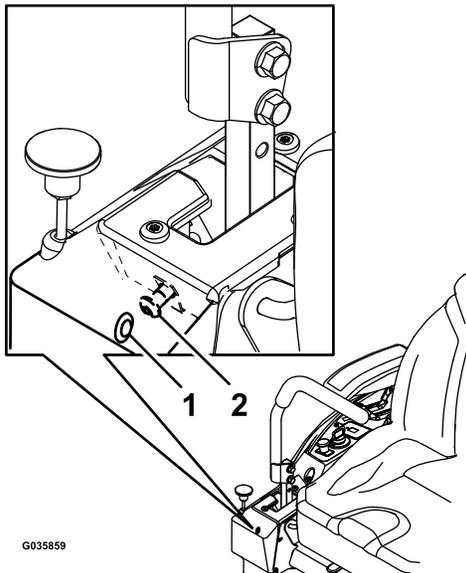

Figure 57
6. Si la machine se déporte à droite, insérez une clé hexagonale de 3/16 po dans le trou d'accès du panneau de couvercle avant droit et tournez la vis de réglage de l'alignement dans le sens horaire ou antihoraire pour ajuster la course du levier (Figure 57).
7. Si la machine se déporte à gauche, insérez une clé hexagonale de 3/16 po dans le trou d'accès du panneau de couvercle avant droit et tournez la vis de réglage de l'alignement dans le sens horaire ou antihoraire pour ajuster la course du levier (Figure 57).